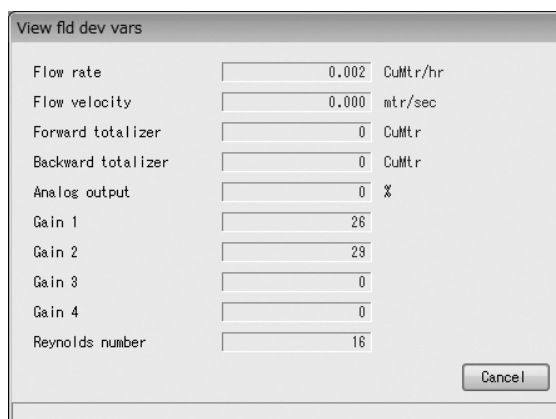

図3-19
- ① 画面上部メニューの「Process Variables (V)」をクリックし、「View fld dev vars」を選び再度クリックします。
- ② 次のウィンドウ（図3-19）が表示されます。